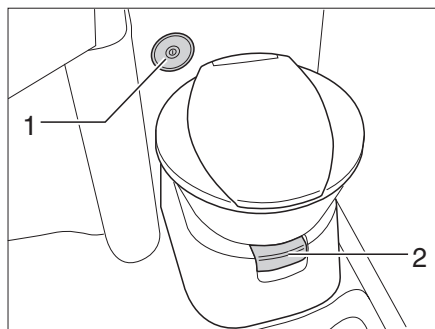
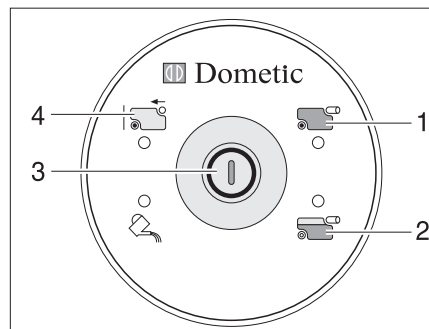

Fig. 247 Cuvette des toilettes avec unité de contrôle et de commande
Fig. 248 Unité de contrôle et de commande toilettes
Faire couler un peu d'eau dans la cuvette des toilettes avant de s'en servir. Appuyer pour ce faire sur le bouton de la chasse d'eau (Fig. 248,3) sur l'unité de contrôle et de commande (Fig. 247,2).
- Avant d'actionner la chasse d'eau, ouvrir le curseur des toilettes. Tirer pour cela sur le levier du curseur (Fig. 247,1).
- Pour actionner la chasse d'eau, appuyer sur le bouton (Fig. 248,3).
Le voyant de contrôle (Fig. 248,2) s'allume lorsque le réservoir pour matières fécales est au 3/4 plein.
Le voyant de contrôle (Fig. 248,1) s'allume lorsque le réservoir pour matières fécales doit être vidé.
- Ouvrir le curseur. Tirer pour cela sur le levier du curseur (Fig. 247,1).
- Enfoncer le levier du curseur (Fig. 247,1). Le curseur se ferme. Pour la vidange il **faudrait** que le curseur des toilettes soit fermé.
- Extraire et vidanger le réservoir pour matières fécales comme indiqué dans les paragraphes 11.8.4 et 11.8.5. Sur l'unité de contrôle et de commande est allumé l'indicateur "Réservoir pour matières fécales retiré" (Fig. 248,4).